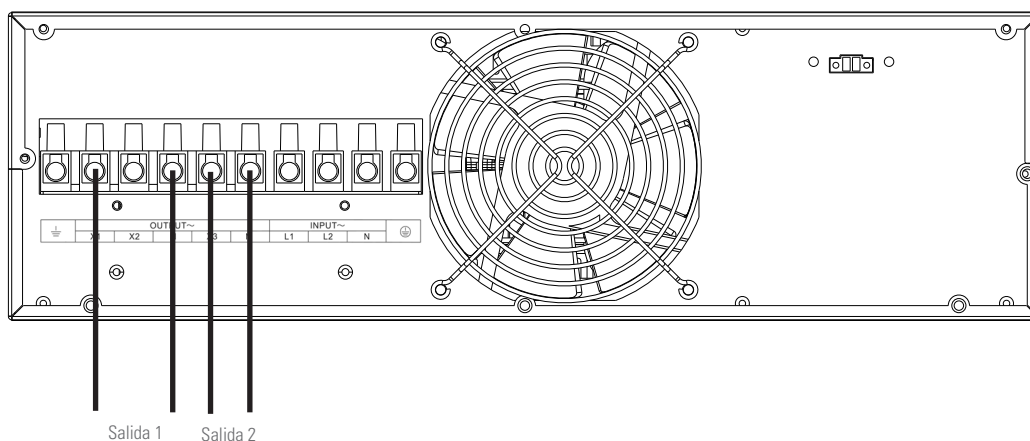
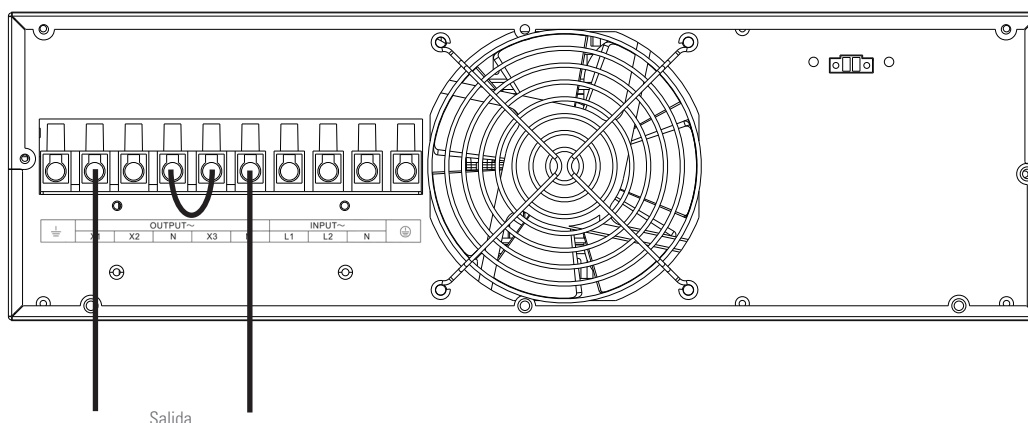

Fig. 17. Conexión de 2 devanados de 120 V independientes.
Fig. 20. Conexión para tensión de salida de 240V.
- Conectar las cargas a los bornes de salida del transformador separador conforme a la tensión que deseemos (Fig. 17 a Fig. 20), **respetando el orden de la fase y del neutro** indicado en el etiquetado del equipo y en este manual (ver Fig. 14). Cuando existan discrepancias entre el